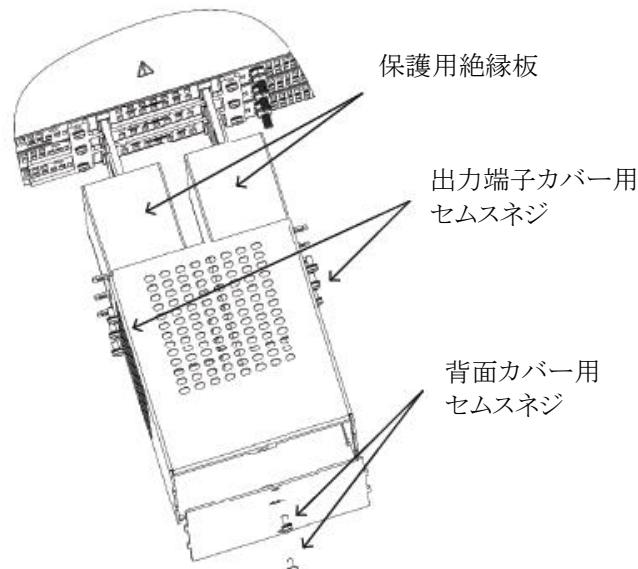

図4-44 出力端子カバーの分解方法
- 図4-44に示すように出力端子カバーの出力端子カバー用セムスネジと背面カバー用セムスネジを取り外します。その後、保護用絶縁板を取り外します。
(図4-44はGSP15kWの場合ですが、GSP10kWも同様です。
また図4-44の背面カバーは接続 6の形状となっており接続 7とは異なりますが、接続 7においても同様にセムスネジを取り外してください。)